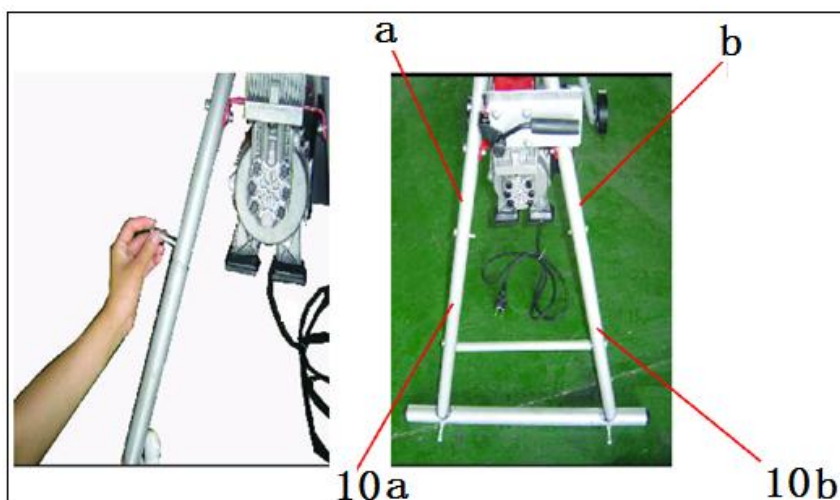

fig.2
a) Raccordez le support avant (10a) au tuyau de raccordement (a) et le support avant (10b) au tuyau de raccordement (b) à l'aide de boulons et d'écrous (fig.2).